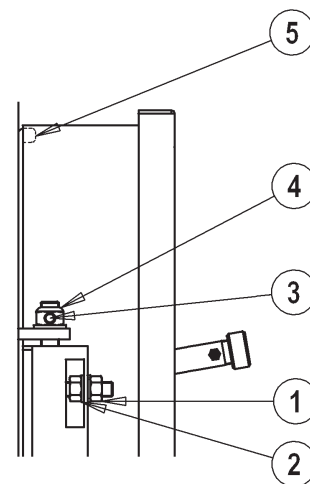

рис. 9
5.6.1 для моделей PREXTHERM RSW 92N÷600N (рис. 9)